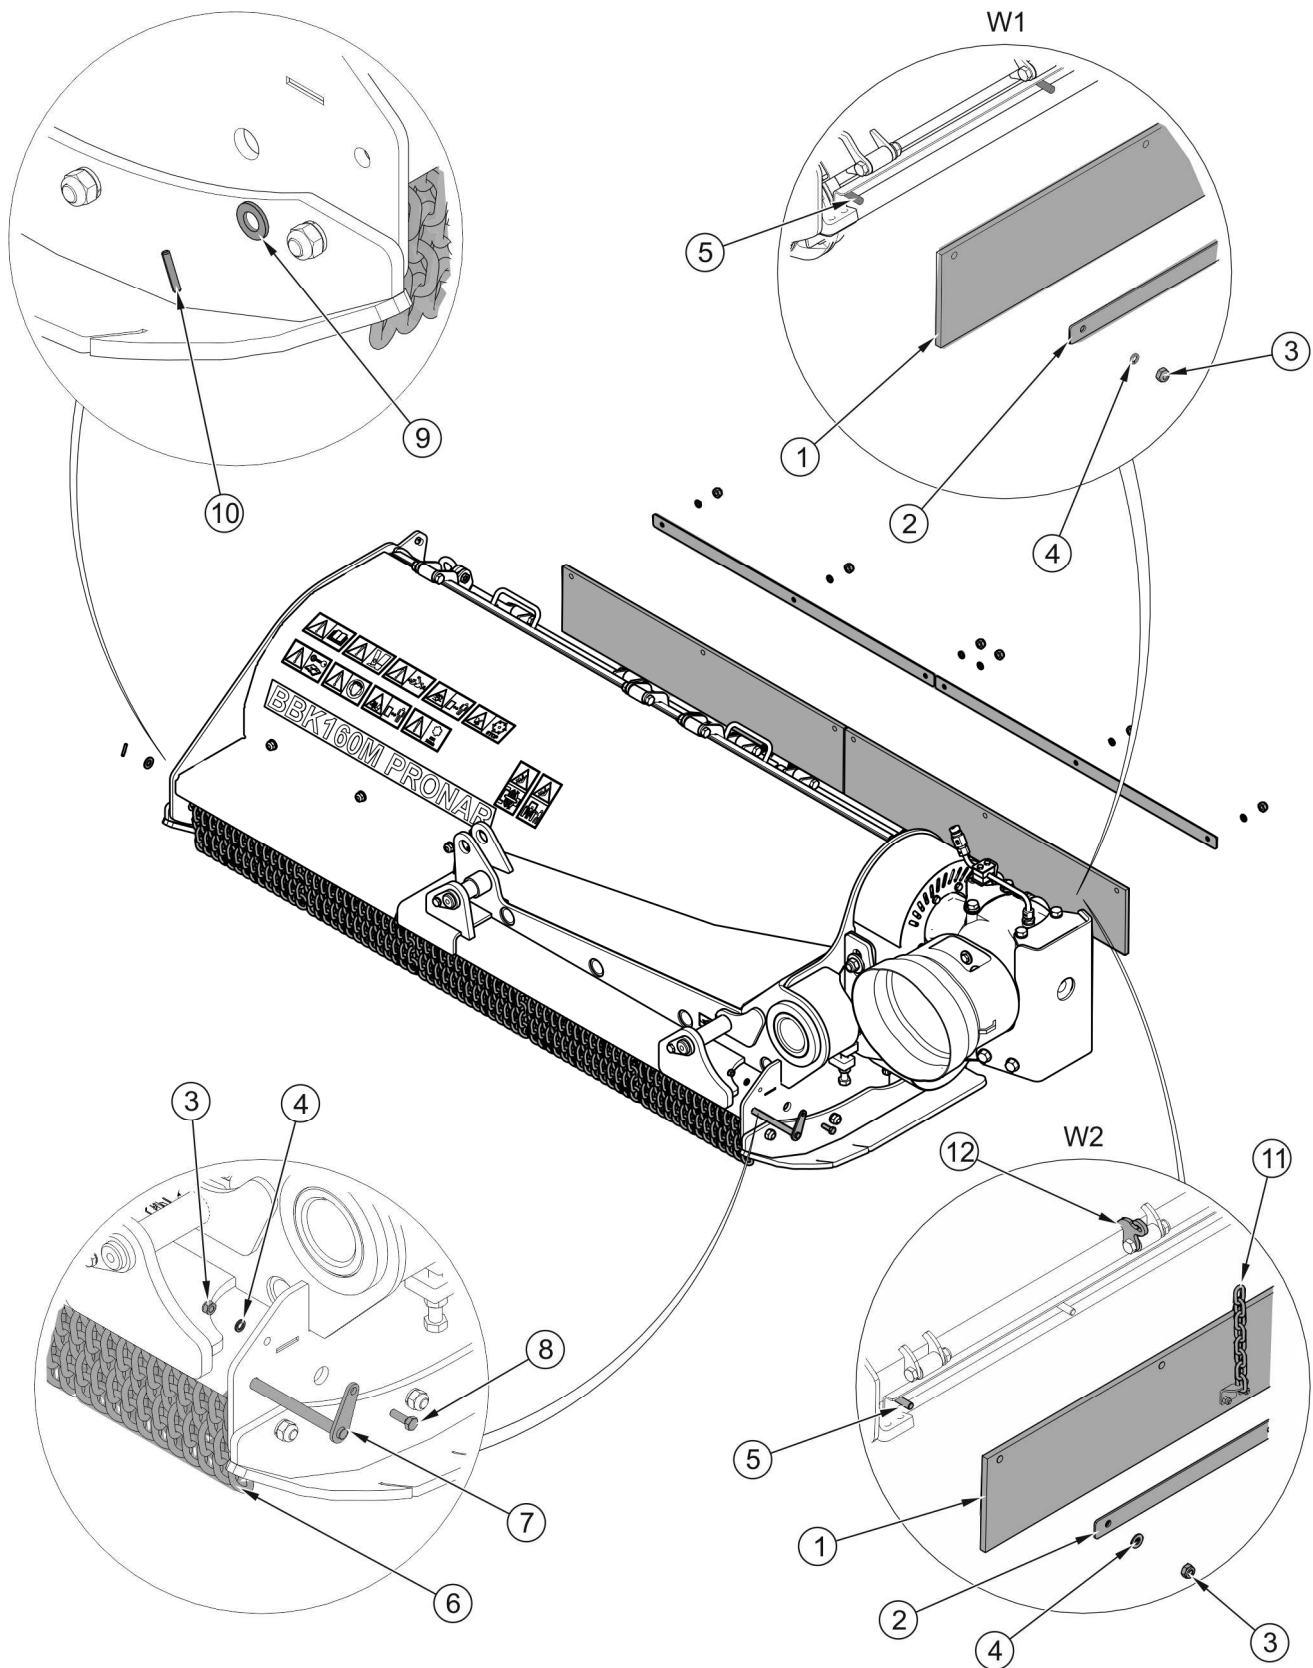

РИСУНОК 5.2 Демонтаж защитных приспособлений
При демонтаже резиновых фартуков (1) (РИСУНОК 5.2 - W1 – BVK160M, BVK180M, BVK200M) необходимо:
- отвинтить гайки (3), крепящие прижимные планки (2),
- снять планки (2) и резиновые фартуки (1) с крепежных болтов (5).
При демонтаже резиновых фартуков (1) (РИСУНОК 5.2 – W2 – BVK120M, BVK140M) необходимо:
- Снимите цепи (11), удерживающие резиновые заглушки с проушин (12).
- Открутить гайки (3), крепящие прижимные планки (2).
- Снять планки (2) и резиновые заглушки (1) с крепежных винтов (5).